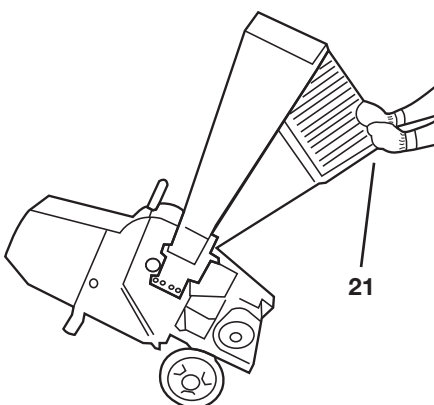

Bild 20
Nun kann der Schredder geschoben werden (siehe „Bild 20“).
Fassen Sie nun den Schredder am oberen Rand (21) des Einfülltrichters an und kippen Sie ihn leicht nach hinten (siehe „Bild 20“).